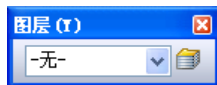

图 12-34 “图层”工具栏
- (1) 选择菜单栏中的“视图”→“工具栏”→“图层”命令，打开“图层”工具栏，如图 12-34 所示。